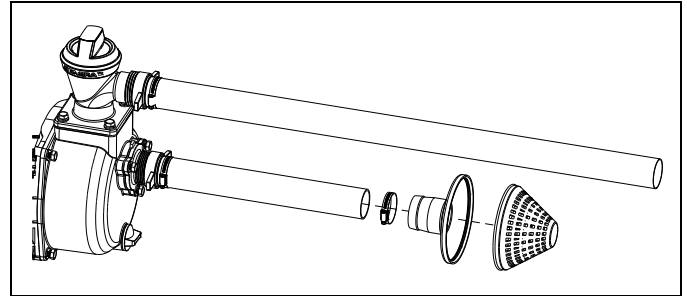

Figura 4-8. Conexión del filtro
4. Conecte el filtro en la manguera de aspiración insertando el extremo con punta en la manguera de aspiración y fijándolo con una abrazadera de manguera. Luego conecte el extremo del filtro (Figura 4-8.).